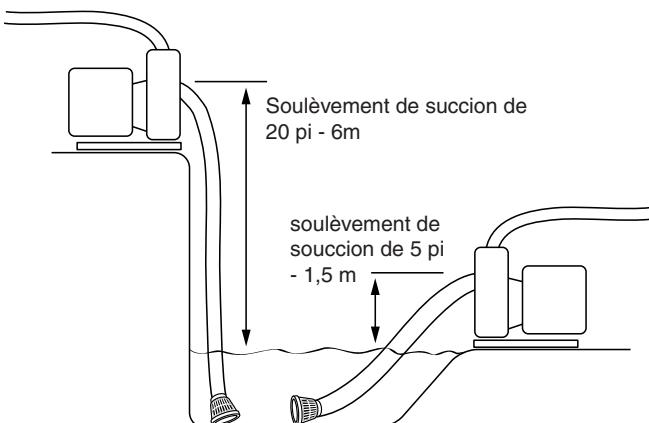

Figure 1
1. Placez la pompe aussi près que possible du liquide pompé. Une pompe à soulèvement de succion de 20 pieds ne pompera pas l'eau aussi rapidement qu'une à succion de 5 pieds. (Figure 1).